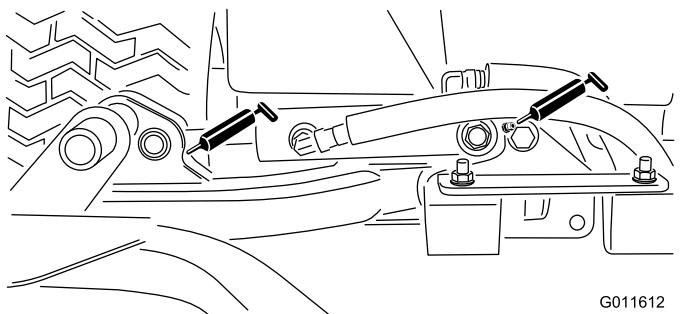

Figura 47
- Cilindros del brazo de elevación de la unidad de corte (2 en cada)—Figura 47
- Pivotes del brazo de elevación (1 en cada)—Figura 47